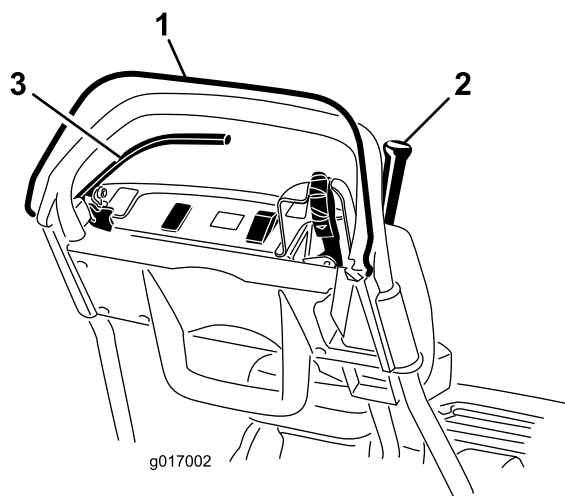

Figura 31
2. Tentate di innestare la leva della trazione con l'OPC rilasciato (Figura 31). La leva della trazione non deve innestarsi. Se la leva della trazione si innesta, il sistema di sicurezza deve essere revisionato. Rettificate il problema prima di utilizzare il tosaerba.
3. Tenete premuto l'OPC e la leva della trazione innestata per rilasciare l'OPC stesso (Figura 31). La leva della trazione deve disinnestarsi. Se la leva della trazione non si disinnesta, il sistema di sicurezza deve essere revisionato. Rettificate il problema prima di utilizzare il tosaerba.
4. Tenete premuto l'OPC e la leva del cambio spostata a sinistra per innestare il comando della trazione e trasmissione del cilindro e rilasciare l'OPC stesso (Figura 31). La leva della trazione deve disinnestarsi. Se la leva della trazione non si disinnesta, il sistema di sicurezza deve essere revisionato. Rettificate il problema prima di utilizzare il tosaerba; fate riferimento a Revisione del microinterruttore di sicurezza della trazione (pagina 35).